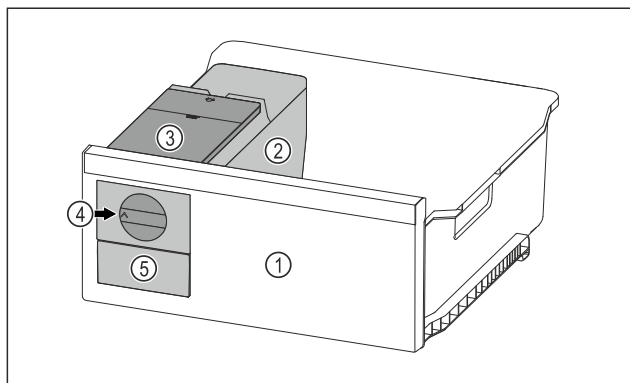

Fig. 212 Primjer izgleda
- Okrenite okretni gumb Fig. 212 (4) u smjeru kazaljke na satu do graničnika.
- Kockice leda padaju iz posude za kockice leda u ladicu za kockice leda Fig. 212 (5).